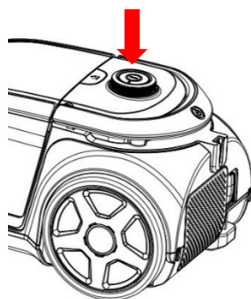

Fig. 5
5. **Fig.5:** Butonul de alimentare